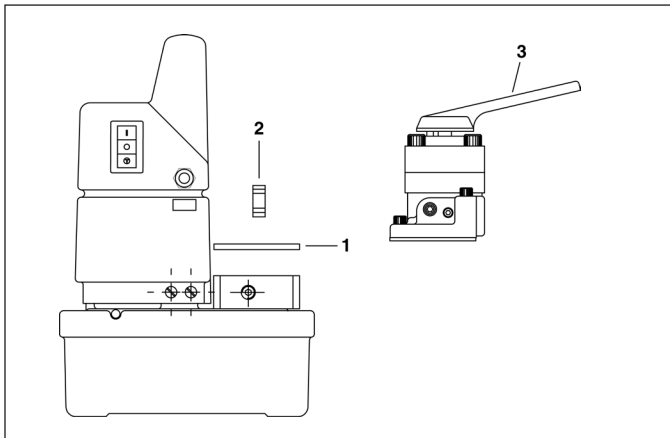

Figura 5
4.2 Fixação da válvula (Figura 5)